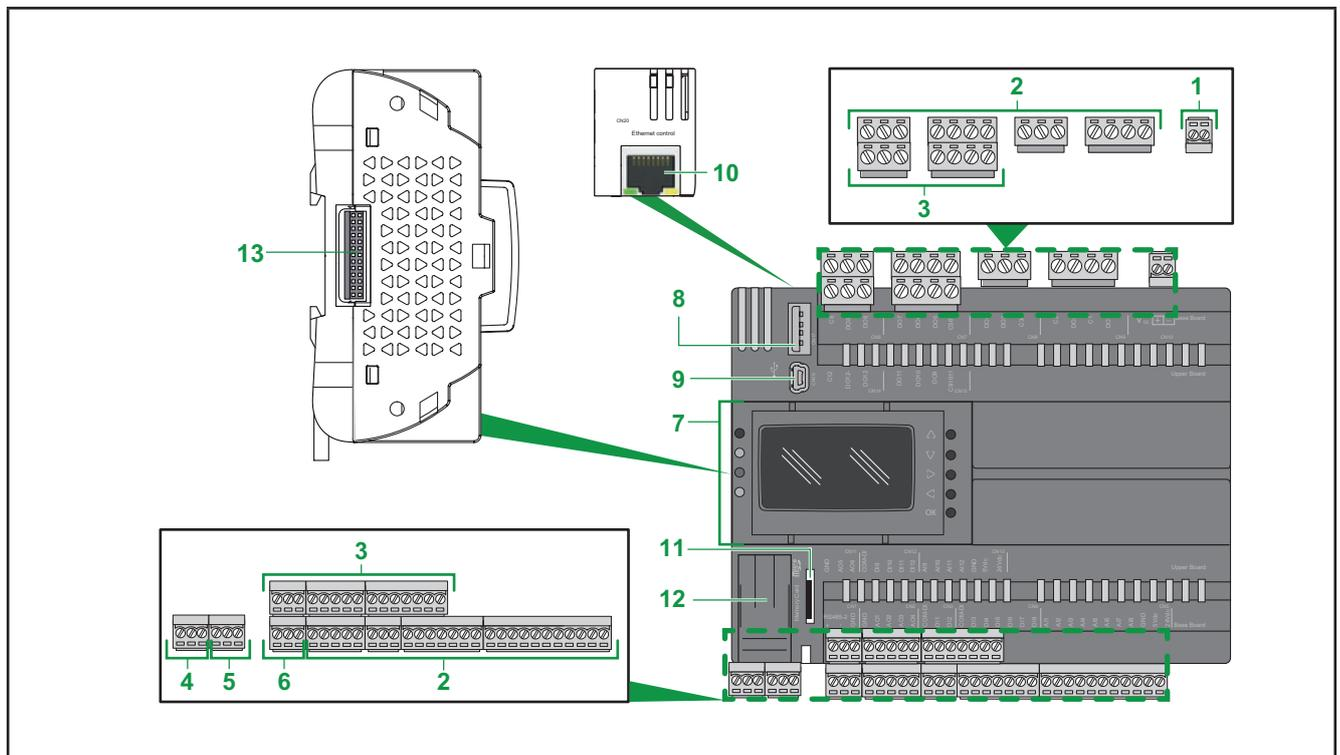

Fig. 3. Componenti principali di EWCM 9000 PRO (HF)
Nella **Fig. 3 a pag. 17** il controllore per centrale compressore CO2 EWCM 9000 PRO (HF) ha le morsettiere installate.